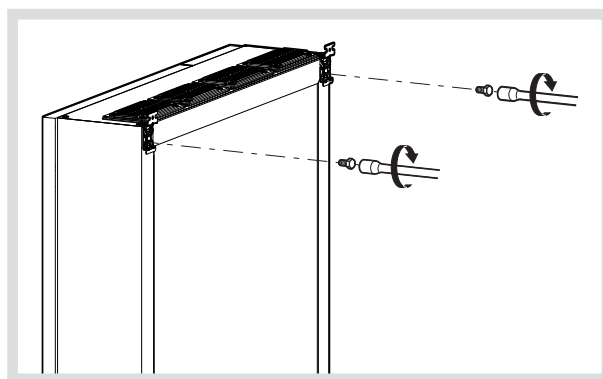

Bild 11: Montage Befestigungslaschen für Hängebefestigung
- 2 Befestigungslaschen zum Einhängen in die Tragschiene rückseitig am Energiespeichersystem oben anschrauben (Bild 11).